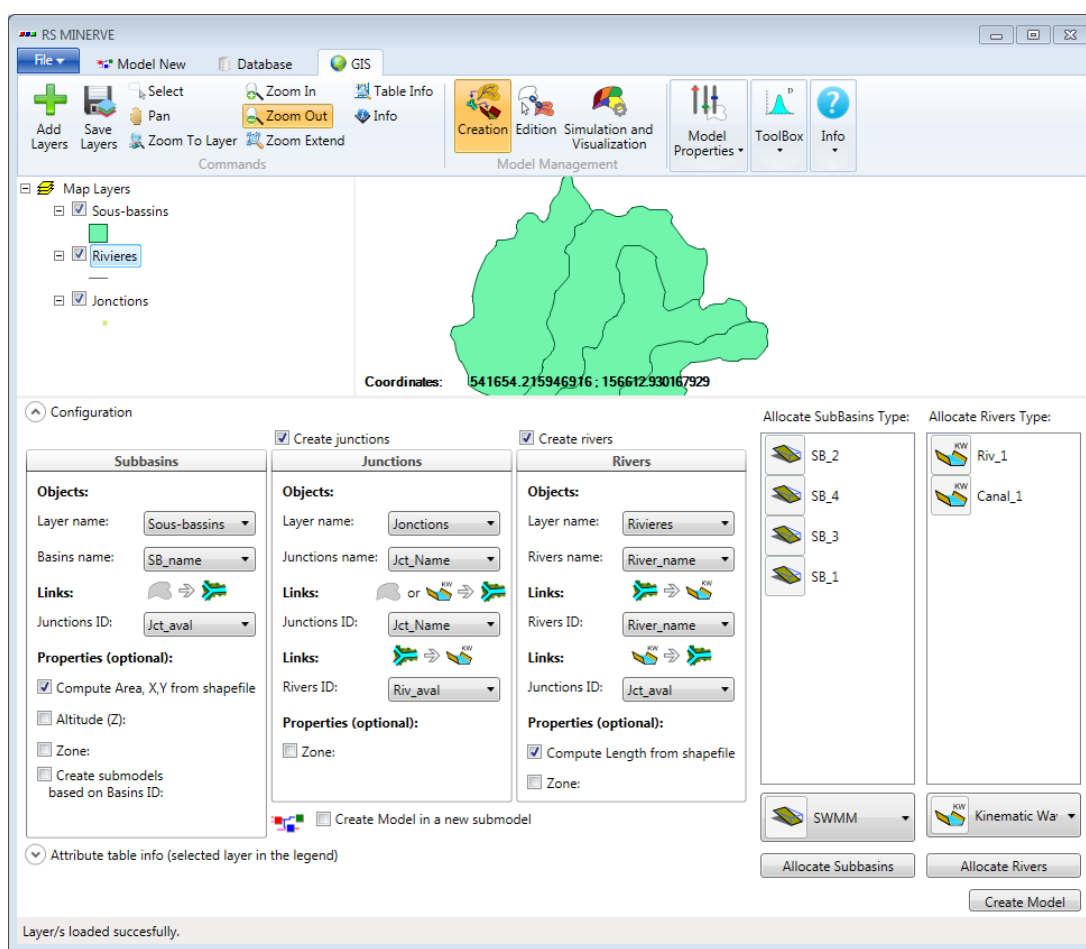

Figure 3: Configuration de l'outil 'Creation' pour la création automatique du modèle
- Pour les 3 parties *Subbasins*, *Junctions* et *Rivers*, renseignez les différents champs (voir Figure 3). Pour les 3 parties, il faut fournir :
Vous remarquerez que pour les *Subbasins*, l'option *Compute Area, X, Y from shapefile* est cochée. Cela permet de définir directement depuis la couche vectorielle cette information et l'attribuer ensuite aux objets du modèle. La Figure 3 présente la configuration de l'outil *Creation* à obtenir avant de créer le modèle.